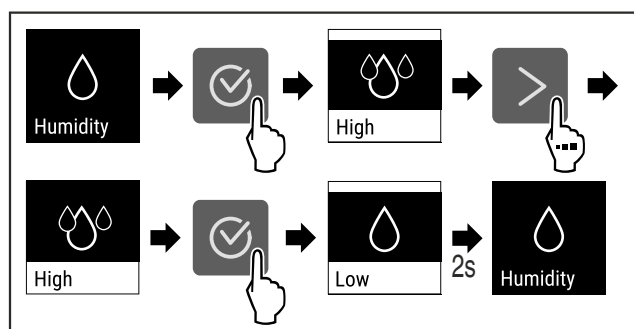

Fig. 76
- Eseguire i passaggi (vedere Fig. 76).